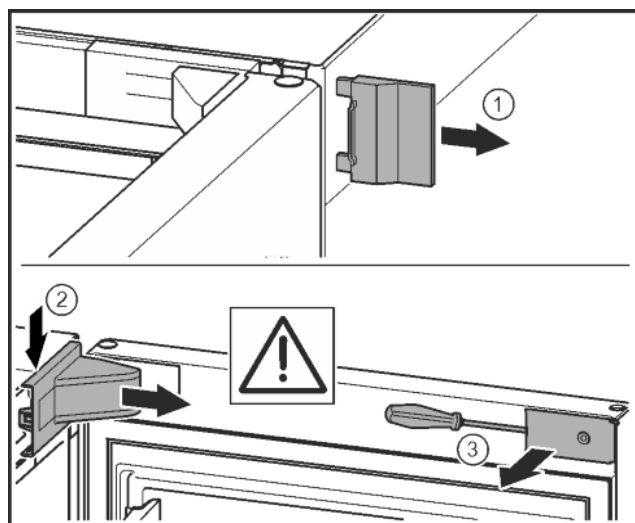

Fig. 10\*
- Retirer le cache extérieur. Fig. 10 (1)\*
- Détacher et libérer le cache du support de palier. Retirer le cache du support de palier. Fig. 10 (2)\*
- Dégager le cache avec le tournevis et l'incliner sur le côté. Fig. 10 (3)\*